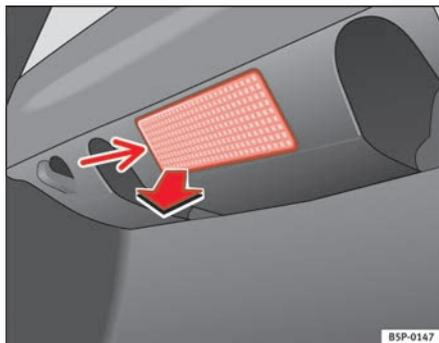

Fig. 196 Luz do porta-bagagens
- Extrair a tulipa pressionando o rebordo da parte interior da mesma -seta- com ajuda da parte plana da chave de parafusos ⇒ fig. 196.